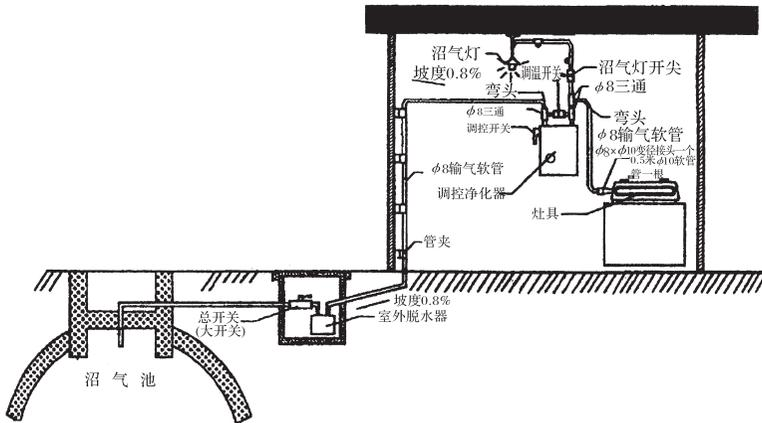

图 7-7 农村户用沼气安装使用示意图
导气管浇筑在池顶最高点，室外管埋在地下（冰冻线以下，地面下 60~80 厘米以下），以 1% 的坡度坡向最低点，在最低点处安装集水装置，室内管路设计要合理，横平竖直（水平坡度 1%，坡向集水器），尽量缩短输气距离，保证灶前压力，提高供气质量，如图 7-7 所示。一般要求灶台不小于 100 厘米×50 厘米，高度 65 厘米，净化器安装高度距地面 140~150 厘米，距灶台近边缘水平，距离不小于 50 厘米，沼气灯距房顶 75 厘米左右，距地面 200 厘米左右。
①调控净化器距地面的安装高度，以人能平视到面壳液位计指示液位为宜，一般在 1.4 ~ 1.5 米。
②室内沼气灯的安装见图 7-7，其高度距地面 2.0 ~ 2.2 米为宜，但同时必须保证距屋顶棚不小于 1.0 米的距离（安全防火要求）。
③大棚内沼气灯的输气管可以不经调控净化器直接连接（即沼气可以直接输入灯具），安装时由用户根据实际情况自定。
④室外脱水器必须安装在整个沼气输气系统最低点，一般在沼气池附近为宜。
⑤沿墙壁布置的输气软管应用管夹固定在墙上，每隔 0.4 ~ 0.5 米设一个管夹为宜。